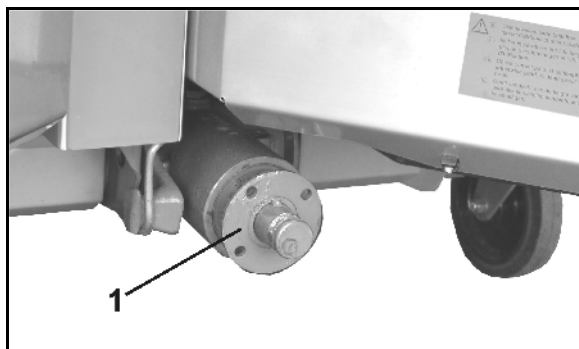

Fig. 36
1. Træk flangebøsningen (Fig. 36/1) af gearets indgangsaksel med en aftrækker.